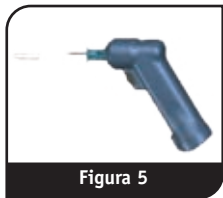

Figura 5
8. **Rimuovere e gettare il cappuccio di sicurezza dal set ago intraosseo installato sul manipolo EZ-IO** (Figura 5). Prestare attenzione a non toccare o contaminare in altro modo il set ago sterile EZ-IO AD.